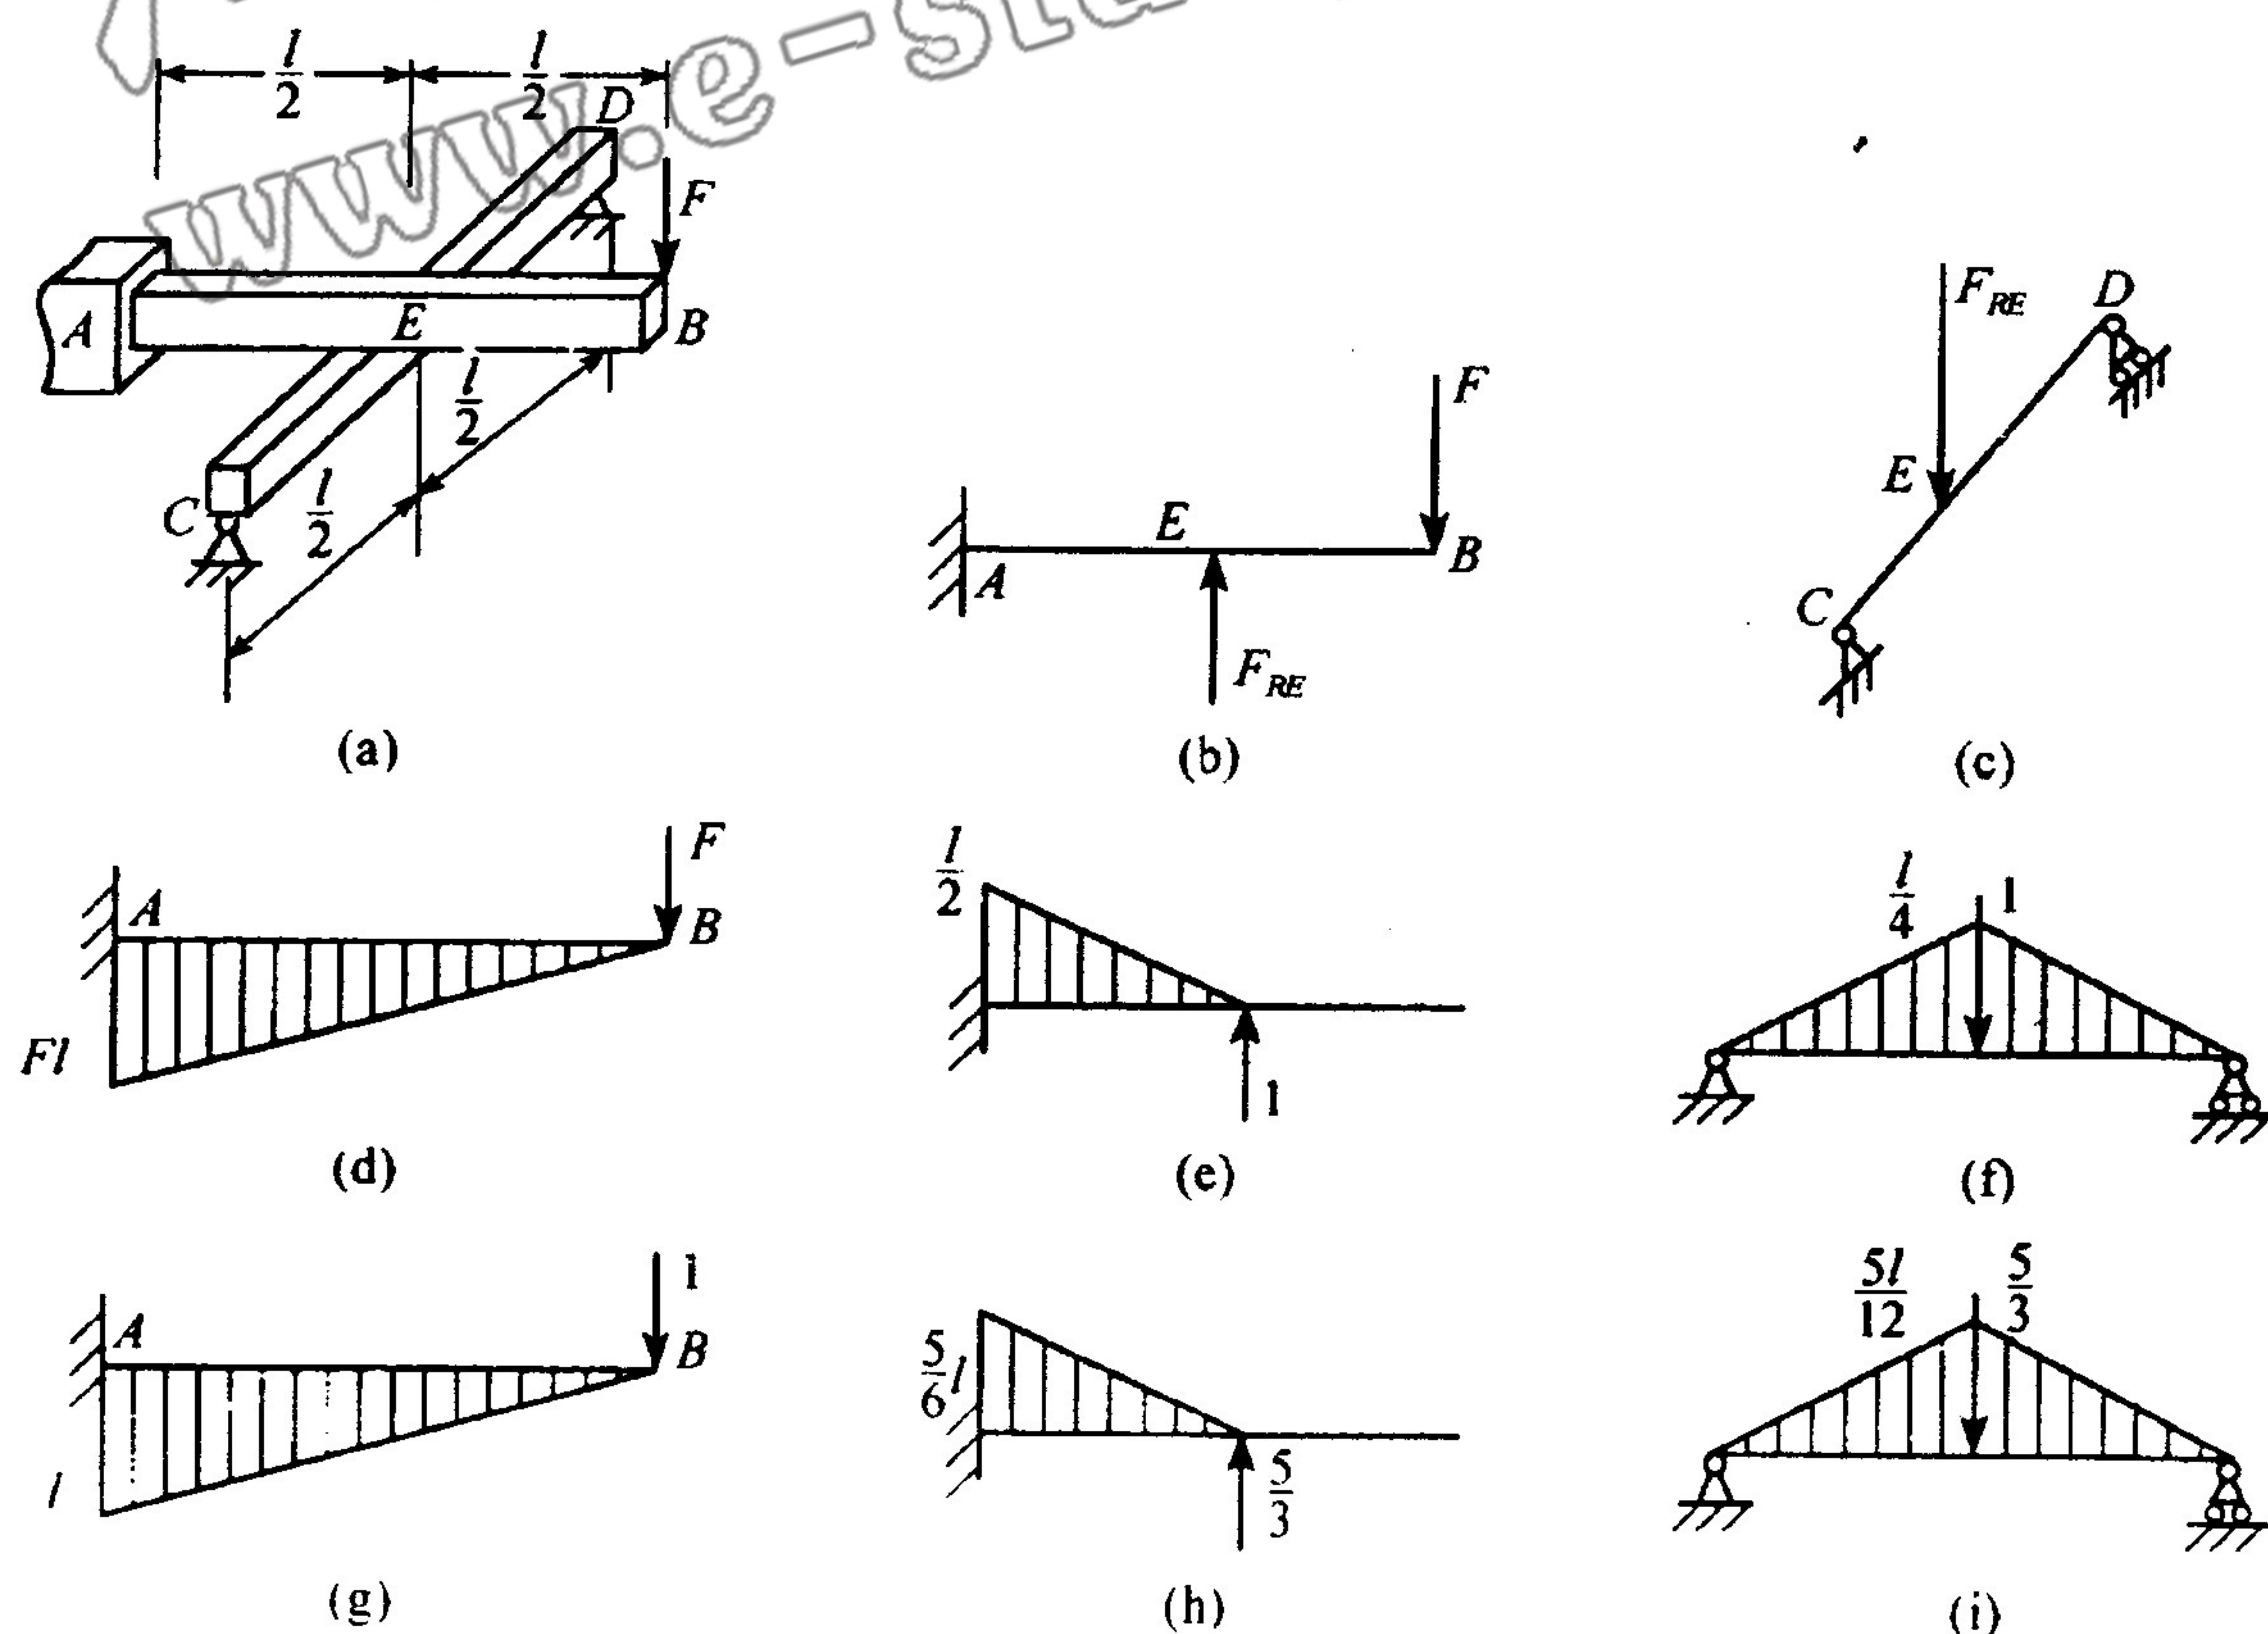

图 1.7
1.7 图 1.7(a) 所示 AB 和 CD 梁的长度均为 l , 并有相同的抗弯刚度 EI 。两梁水平放置, 垂直相交。CD 为简支梁, AB 梁的 A 端固定, B 端自由。加载前两梁在中点接触, 不计梁的自重, 试求在 F 力作用下, B 端沿作用力方向的位移。(20 分)